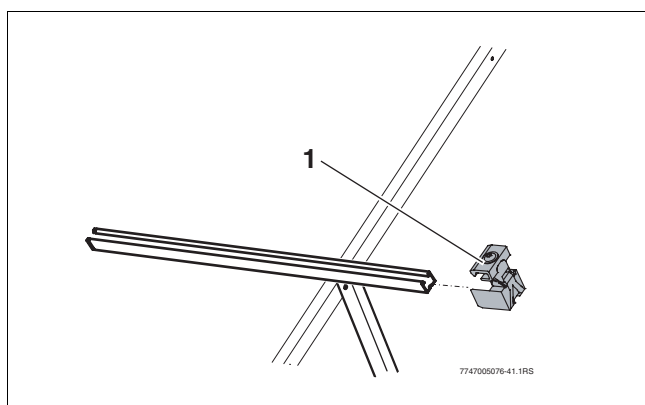

Fig. 58 Deslizar la sujeción sencilla del captador
- Deslizar la sujeción sencilla (Fig. 58, (1)) del captador en el extremo derecho del campo del captador en los perfiles de cubierta plana/tejado inclinado hasta que encaje en el primer agujero alargado del perfil.